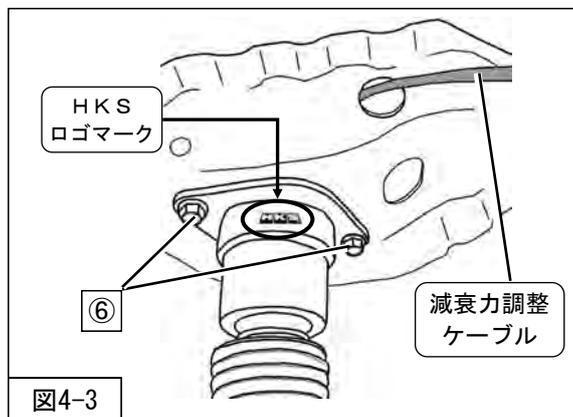

図4-3
3. ワイヤーケーブルを車両へ取付けた OUTER ケース に挿入しながら、リアショックアブソーバASSY (同梱品) ⑥リアショックアブソーバASSY アッパー取付ボルト (締付トルク: 40N・m) を取付けてください。(図4-3)